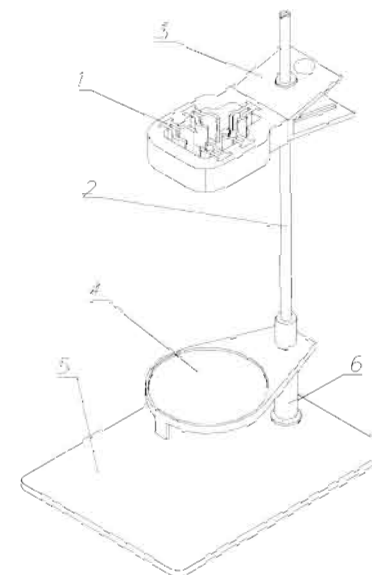

Рисунок 1. Внешний вид штатива.
В комплект поставки входят (рис. 1):
- установить держатель 3 (рис. 1) с электродами на требуемую высоту на стойке 2;
- повернуть столик 4 (рис. 1) на 180° или снять его со стойки;